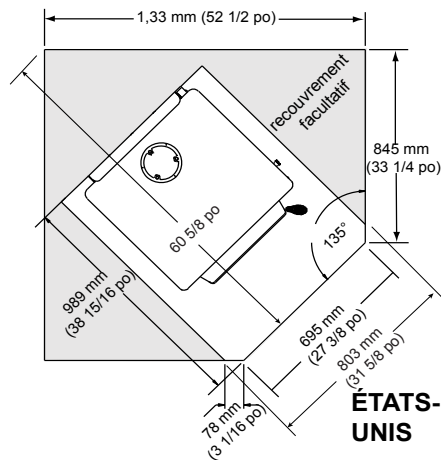

Figure 8.2
**Au Canada,** il est obligatoire d'installer une protection contre les braises jusqu'à 457 mm (18 po) à l'avant et 203 mm (8 po) à l'arrière et les côtés de l'appareil. **Figure 8.2 \*Voir exception.**
**\*EXCEPTION :** Des protections incombustibles pour les sols doivent s'étendre sous le conduit lorsque l'évacuation est horizontale et se prolonger de 51 mm (2 po) de chaque côté du conduit. **Voir figure 8.2**